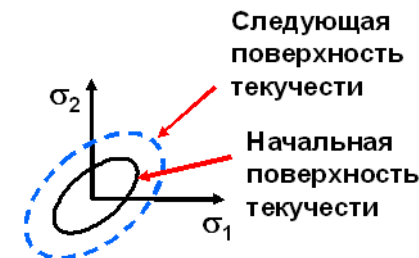

Рис. 4.14
- изотропное упрочнение. Поверхность текучести равномерно расширяется в направлениях пластической деформации (рис. 4.14).